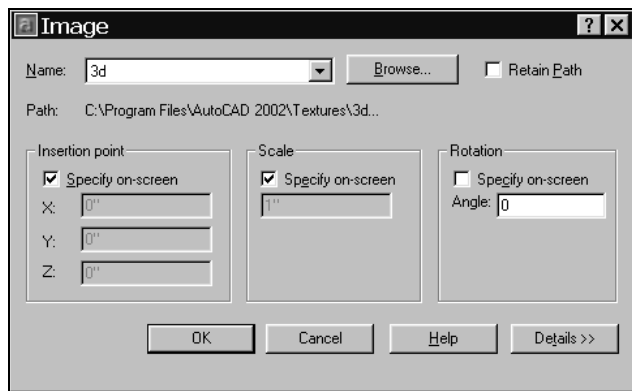

Рис. 7.12. Диалоговое окно **Image**
2. В диалоговом окне **Image** (Растровое изображение) (рис. 7.12) установить флажок **Specify on screen** (Указать на экране) в группах **Insertion point** (Точка вставки) и **Scale** (Масштаб). Снять флажок **Retain Path** (Включая путь) для упрощения поиска рисунка после переноса чертежа на другой носитель.